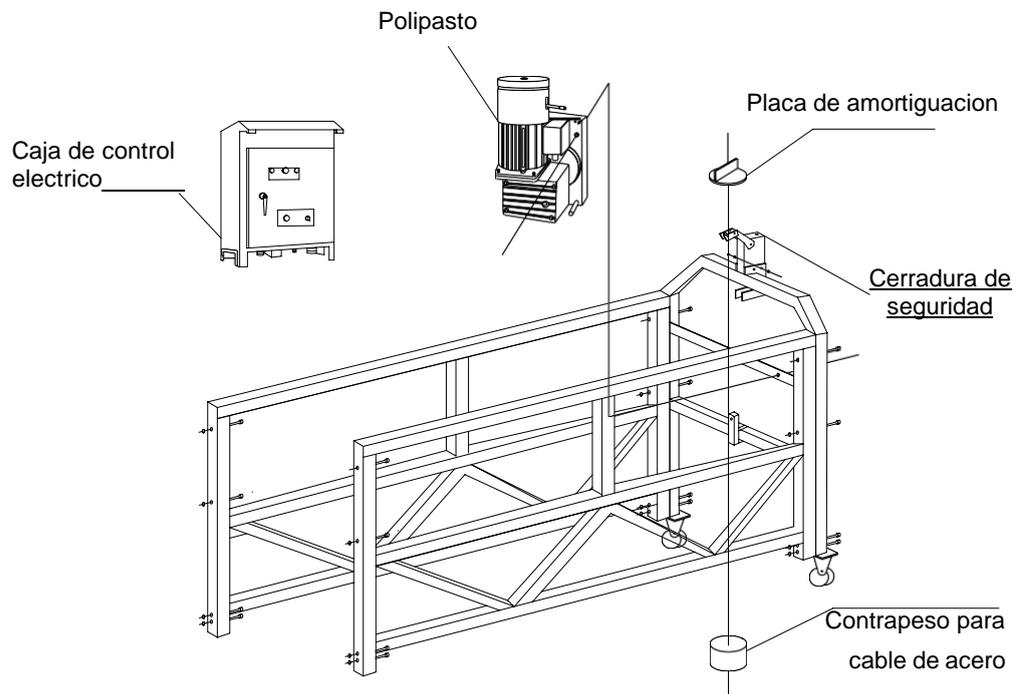

Figura 13 Instalacion de Polipasto y cerradura de seguridad
5.4.1.1 Instalacion de polipasto LTD (ver Figura 13): Ofrecemos los siguientes dos métodos para su opción